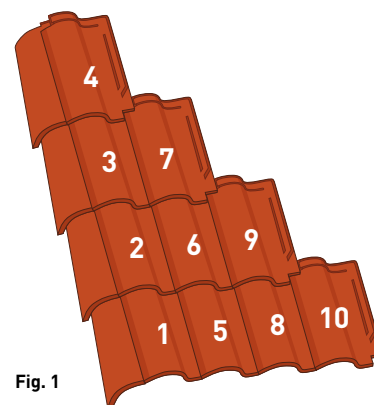

Fig. 1
3. El resto del faldón lo seguiremos cubriendo como muestra el dibujo (fig.1).